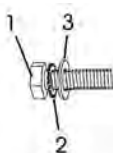

fig. 11 - aflojando el tornillo (1) del vástago de protección de la sierra (5)
1. En la parte trasera de la máquina, compruebe que en el vástago (5) existe un tornillo (1), con una llave Allen retírelo, fig. 11.